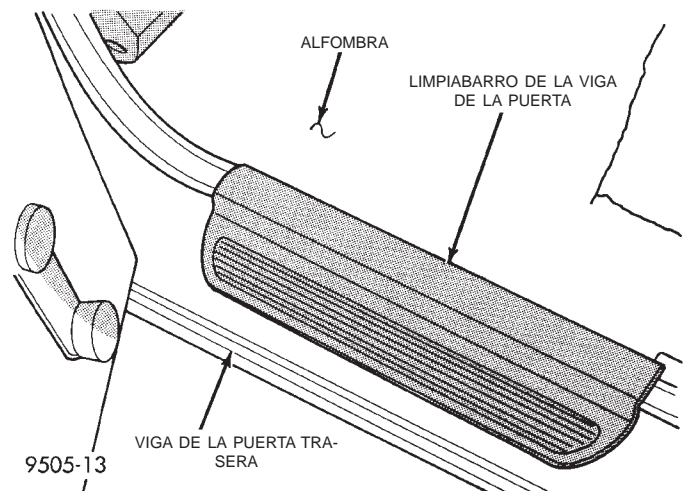

Fig. 141 Limpiabarros de la viga de la puerta trasera
(8) Retire el cojín del asiento trasero del vehículo.
(9) Retire los limpiabarros (Fig. 141) de las vigas de la puerta trasera derecha e izquierda. Los limpiabarros están fijados a las vigas de la puerta mediante collarines en la parte inferior de los limpiabarros. Haga presión **cuidadosamente** para retirar los collarines de retención del limpiabarro de las vigas de la puerta.